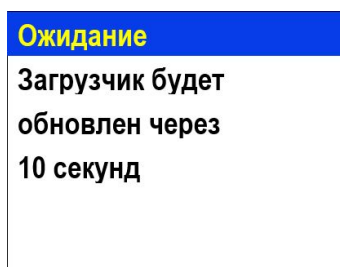

Рисунок 14 - Обновление загрузчика на ППК
- 1.2.14. На ППК появиться сообщение об обновлении загрузчика (рисунок 14)
- 1.3.6. Все ППК в текущей CAN-сети после клонирования автоматически перезагрузятся с новой версией загрузчика и начнется его обновление (рисунок 14).